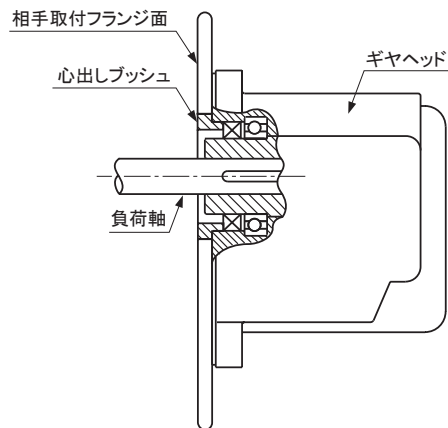

図4 フランジ取付時の心出し方法
- ギヤヘッドフランジ面を使用し、装置に取り付ける場合、中空シャフト内径部と負荷軸の心出しが必要です。心出しは図4のように心出しプッシュを使用してください。心出しプッシュの装着は、ギヤヘッドのインロー部(カタログ参照)を案内に行ってください。その同心度は0.02 mm以下にしてください。心出しが不十分な場合には、ギヤヘッド内部の軸受の破損を招くおそれがあります。